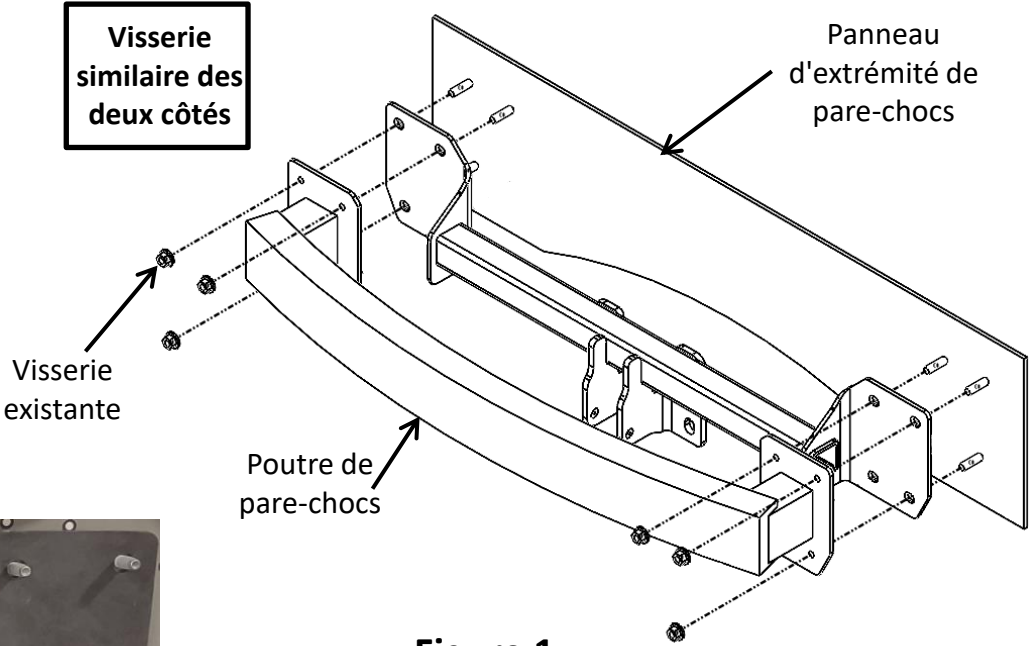
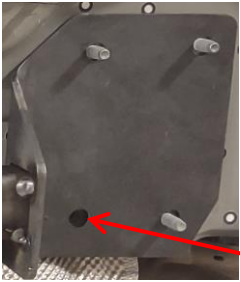

Figure 1
Figure 2
1. **Enlever le carénage et la poutre de pare-chocs** – Utiliser une visseuse étoilée T20 pour retirer quatre (4) vis du carénage inférieur et 5 (modèle XC90) ou 7 (modèle XC60) vis du passage de roue de chaque côté. Ouvrir le coffre (sur XC60 retirer les butées de pare-chocs) et enlever le carénage avec précaution. Débrancher 2 (XC90) ou 1 (XC60) câble du carénage et mettre le carénage de côté avec précaution. Utiliser une douille 15 mm pour retirer trois (3) écrous à embase de la poutre de pare-chocs de chaque côté, puis enlever la poutre de pare-chocs. Mettre la poutre de pare-chocs et la visserie de côté avec précaution. **NOTA** : Certains modèles peuvent comporter quatre (4) écrous à embase sur la poutre de pare-chocs de chaque côté.
2. **Installation de l'attelage** - Soulever l'attelage en position et aligner les trous du support sur les goujons du panneau d'extrémité. Soulever la poutre de pare-chocs pour intercaler l'attelage. Réutiliser les écrous à embase du pare-chocs, voir la **Figure 1**. Si un quatrième trou dans le pare-chocs est ouvert, utiliser les articles ① et ②, voir la **Figure 2**.